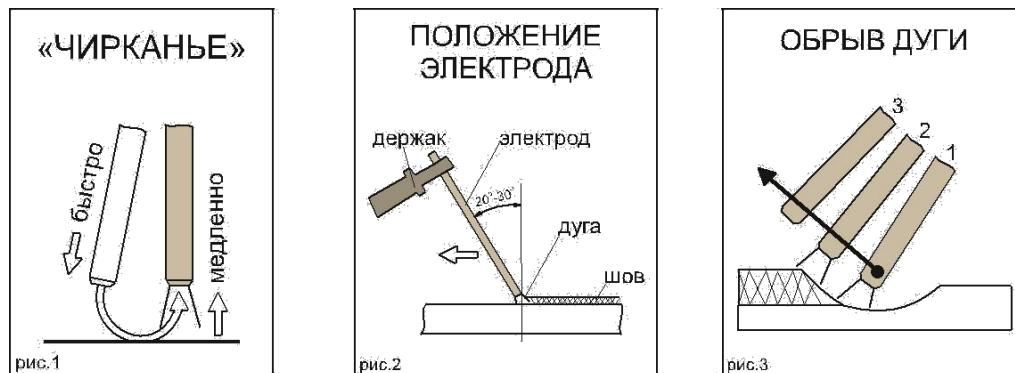

Рис. 15. Действия с электродом
3. Держа сварочную маску перед лицом, «чиркните» (рис.15 «Чирканье») электродом по поверхности свариваемой детали (как при зажигании спичкой). Данный метод наиболее продуктивный для зажигания сварочной дуги.
4. После зажигания дуги старайтесь сохранять расстояние между рабочей поверхностью (Вашей деталью) и электродом приблизительно равное диаметру самого электрода, примерно, 3 – 5 мм. Необходимо соблюдать это расстояние постоянно во время сварки. Угол наклона электрода от вертикальной оси должен быть от  $20^\circ$  до  $30^\circ$  (рис.15 «Положение электрода»).